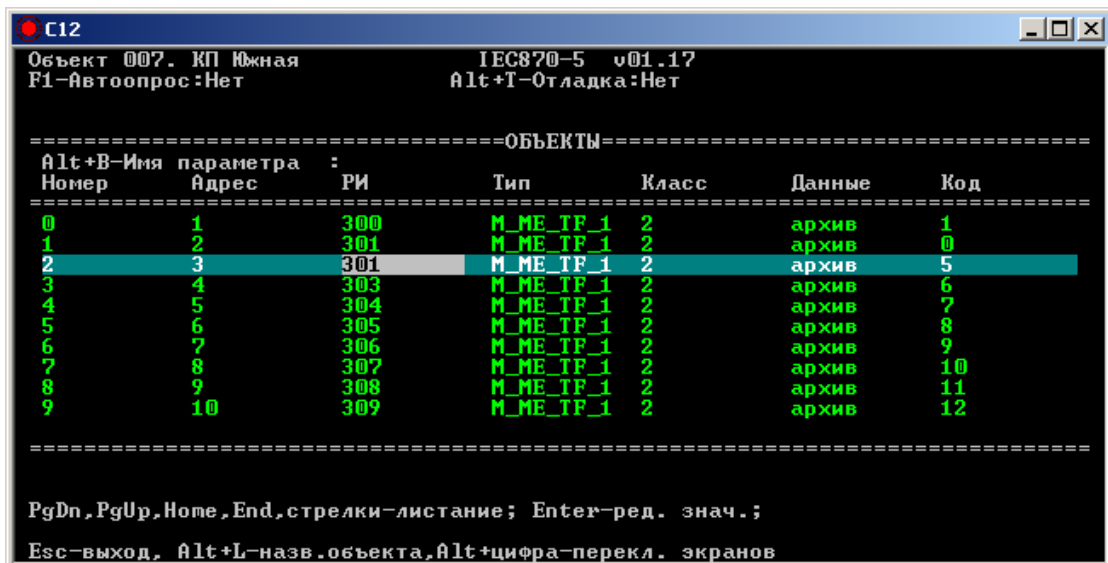

Рис. 8.4. Настройка объектов для устройства MASTER
10. В данном примере (рис. 8.2 и рис. 8.4) настроена передача/прием следующих объектов: